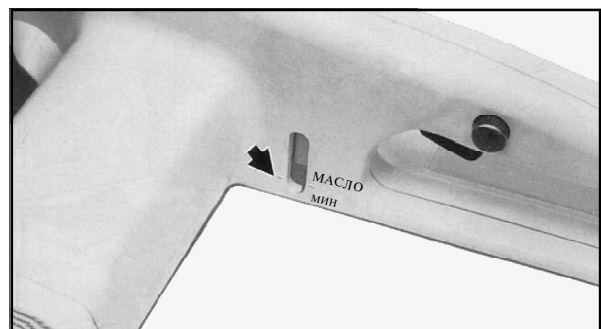

Рисунок 27 - Контроль уровня масла
3.2 Постоянно контролировать уровень масла в бачке. Не работать при понижении уровня масла за отметку МИН, см. рисунок 27.